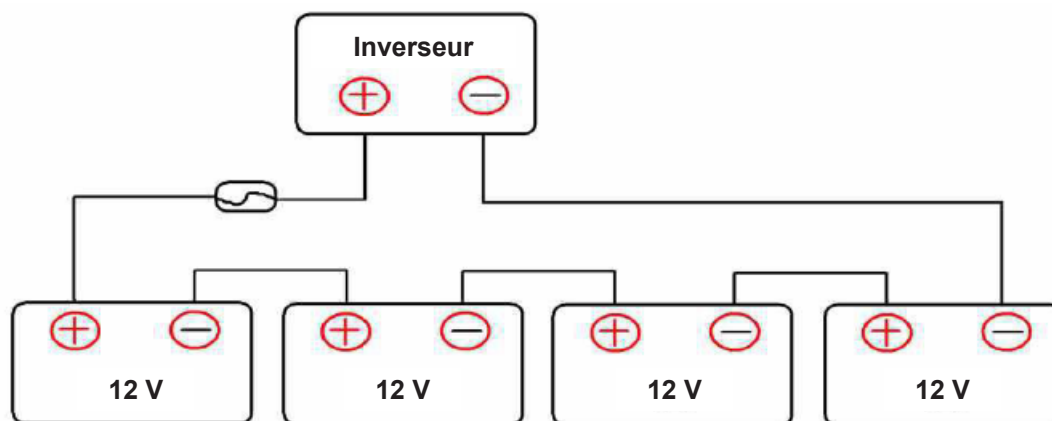

Figure 3.3 : système de batteries de 48 V CC
9. **Connexion du fusible** Tripp Lite recommande de connecter la batterie aux bornes CC de l'inverseur/du chargeur avec du câblage qui inclut un fusible et un boîtier à fusibles ou un disjoncteur CC à 46 cm de la borne positive de la batterie. La capacité nominale du fusible doit être égale ou supérieure à la capacité nominale minimale du fusible CC indiquée sur la plaque signalétique de l'inverseur/du chargeur. Consulter la Figure 3.3 pour le positionnement adéquat du fusible. Le câble de la batterie avec le fusible ne doit pas être mis à la masse.